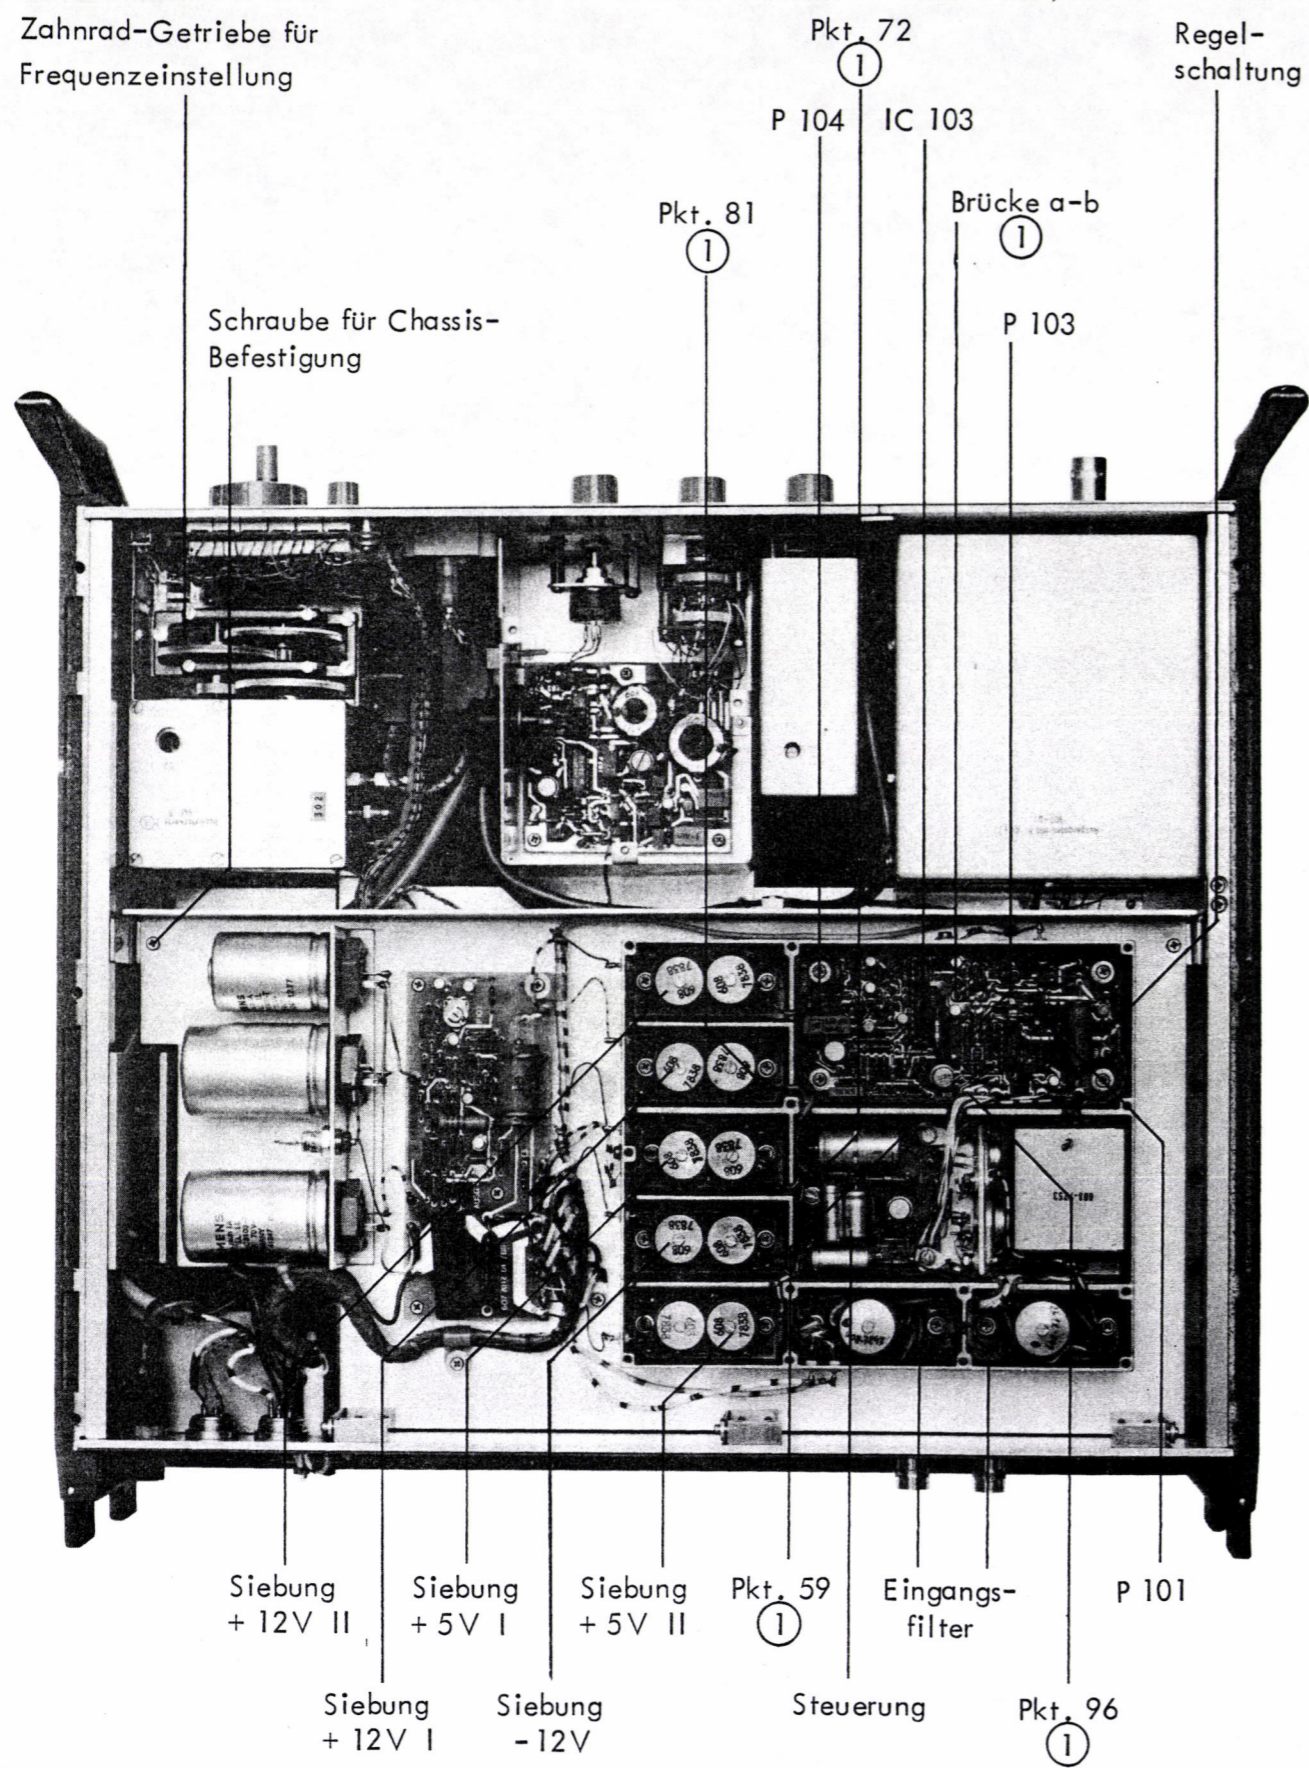

Bild 7-3 Gerät von oben, Netzwan-dler-Chassis festgeschraubt
Auf dem Klappchassis ist die Baugruppe ① (Wandler-Netzteil ohne Netztrafo und Netzsieb) montiert. Nach Lösen von 2 Kreuzschlitzschrauben (siehe Bild 7-3) läßt sich das Chassis nach hinten umklappen; die Baugruppen ③, ⑤ und ⑰ sind jetzt zugänglich.